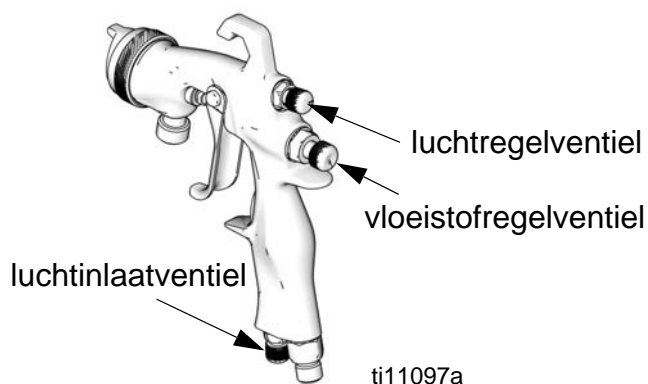

FIG. 3
2. Open het luchtregelventiel door deze geheel linksom te draaien. Dit geeft het breedste waaierpatroon. Zie FIG. 3.
3. Om een rond patroon te krijgen, sluit u de patroonlucht af door het luchtregelventiel geheel rechtsom te draaien. Zie FIG. 3.